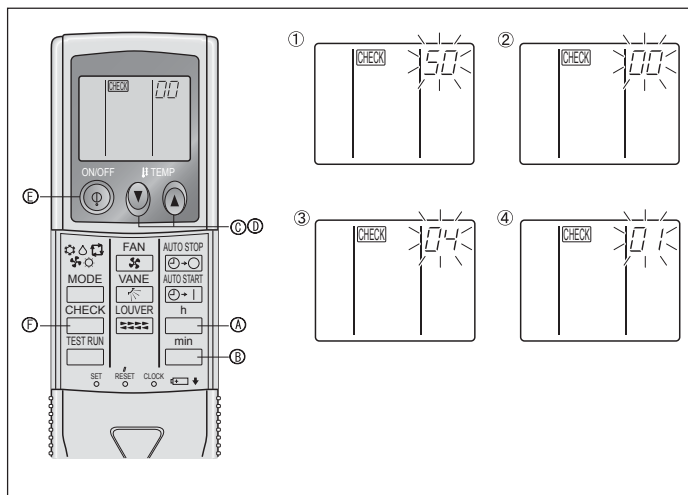

Fig. 6-9
- ⑧ กดปุ่ม MODE \odot แล้วโหมดและหมายเลขที่ตั้งค่า (I) และ (II) จะเปลี่ยนไปเพื่อให้ตั้งค่าและยืนยันการตั้งค่า
- ⑨ กดปุ่ม FILTER \odot และปุ่ม TEST RUN \odot ค้างไว้พร้อมกันอย่างน้อย 2 วินาที หน้าจอเลือกฟังก์ชันจะหายไปครู่หนึ่ง สัญญาณปิดเครื่องปรับอากาศ OFF จะแสดงขึ้นมาบนหน้าจอ
2) สำหรับรีโมทคอนโทรลไร้สาย (Fig. 6-9)
- ① ไปที่โหมดเลือกฟังก์ชัน